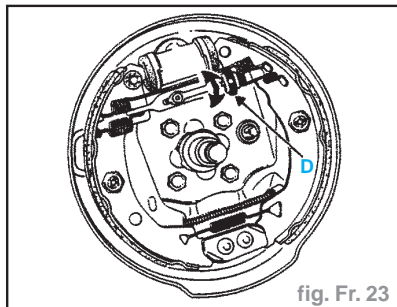

fig. Fr. 23
- Vérifier le fonctionnement du système de rattrapage de jeu automatique en agissant en rotation sur le secteur cranté (D) (s'assurer qu'il tourne bien dans les deux sens), puis le détendre de **5 à 6 dents** (fig. Fr. 23).